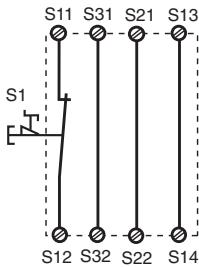

Fig. 2: Circuito de entrada monocanal, rearme automático/Circuito di ingresso monocanale, start automatico/Eenkanalig ingangscircuit, automat. start
En las Fig. 2 ... a Fig. 10 se presentan ejemplos de conexión para modo de conexión de parada de emergencia con rearne automático y manual, control de puerta protectora así como multiplicación de contactos mediante contactores externos. Por favor tenga en cuenta:
- Fig. 2 y 7: **no hay** conexión S33-S34
In Fig. 2 ... Fig. 10 sono riportati degli esempi di collegamento per il cablaggio dell'arresto di emergenza con start automatico e controllato, per il controllo finecorsa di ripari mobili, nonché per l'aumento del numero dei contatti mediante relè esterni.
- Fig. 2 e 7: **nessun** collegamento S33-S34
In fig. 2 ... fig. 10 worden aansluitvoorbewijzen gegeven van noodstopschakeling met automatische en bewaakte start, hekbewaking en contactvermeerdering door middel van externe magneetschakelaars.
- Fig. 2 en 7: **geen** verbinding S33-S34